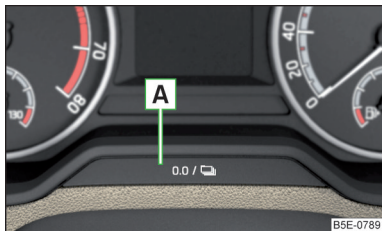

Fig. 23
➤ Apăsăți tasta **A** » fig. 23 la pagina 44.
- Apăsăți tasta **A** » fig. 23 și mențineți-o apăsată, până când pe afișaj se afișează punctul de meniu **Ora**.